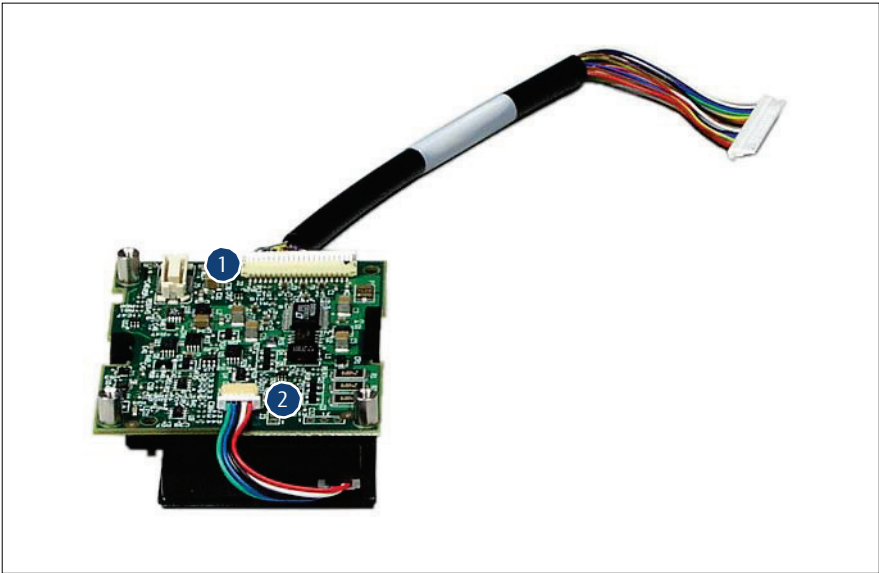

図 21: BBU ケーブルの接続
- ▶ BBU ケーブルをコントローラの BBU コネクタから取り外します (1)。
- ▶ 2 つのロックフックを押して、BBU07 を BBU07 ホルダーから取り出します (2)。
- ▶ 故障した BBU ボードから BBU ケーブルを取り外します (図 21 の 1 を参照)。
- ▶ BBU ケーブルを新しい BBU ボードのコネクタに取り付けます (図 21 の 1 を参照)。
- ▶ バッテリーのケーブルが新しい BBU ボードに接続されているかどうか確認します (図 21 の 2 を参照)。
- ▶ 49 ページの「BBU ケーブルの接続」の項に記載しているように、BBU ボードから BBU ケーブルを取り外します (図 21 の 1 を参照)。